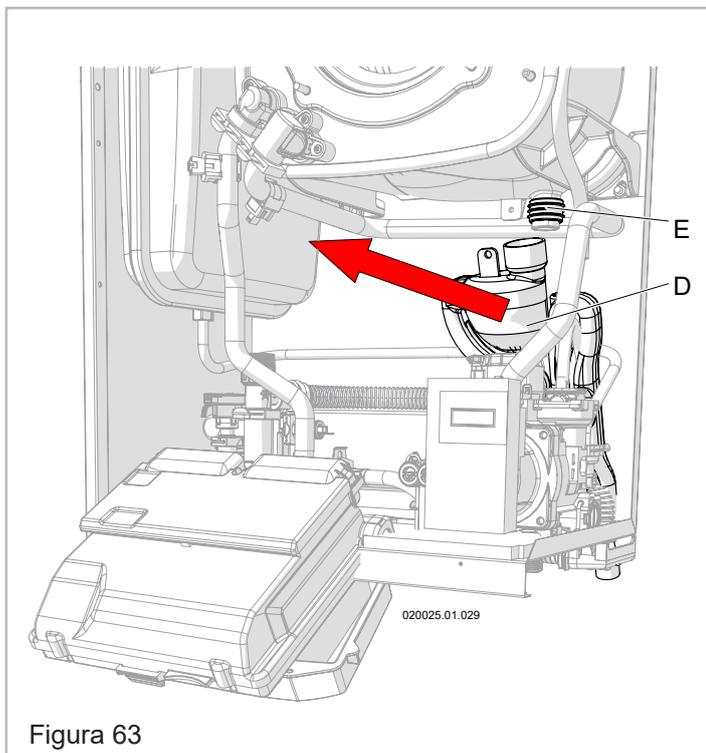

Figura 63
6. - Sfilare verso il basso il serbatoio "D" facendo attenzione al fatto che esso è pieno di acqua di condensa e potrebbe uscire (Figura 63);
7. - Estrarre verso l'esterno il sifone (Figura 63) facendo attenzione a scollegare i tubi di raccolta dell'acqua proveniente dalla parte superiore dell'apparecchio e dalla valvola di sfogo aria;